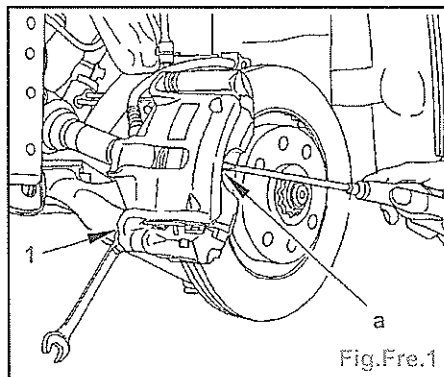

Fig.Fre.1
- Repousser le piston en faisant levier en (a) (Fig.Fre.1).
- Déposer la vis (1).